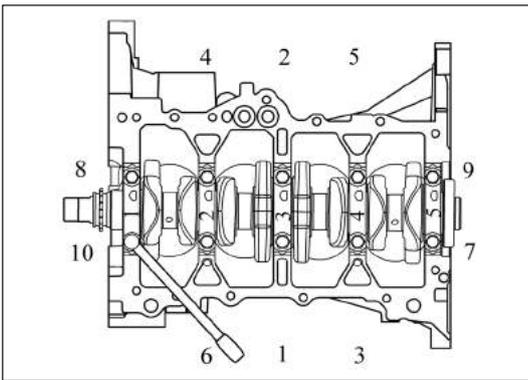

Рис. 13-3-10. Установка крышек коренных подшипников и нижних вкладышей коренных подшипников
④ Установить крышки коренных подшипников и нижние вкладыши коренных подшипников, затянуть болты крышек коренных подшипников (M10×70.5) один за другим за два прохода с соблюдением указанного момента затяжки, см. Рис. 13-3-10.